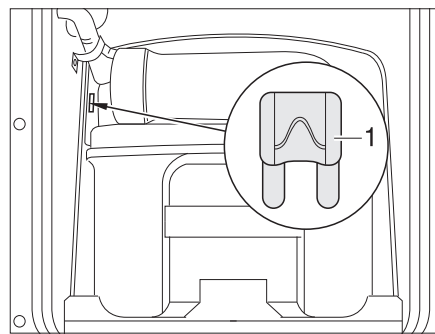

Fig. 96 Fusible del inodoro Thetford
- Cambiar el fusible (Fig. 96,1).